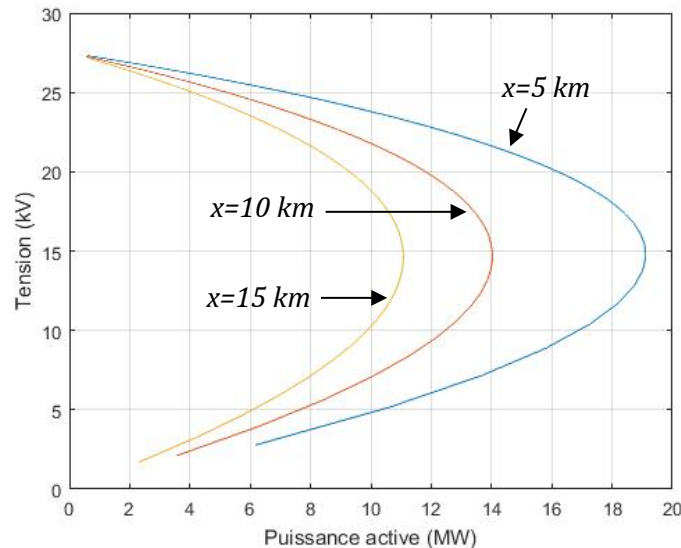

Figure 25 : Module de la tension d'alimentation du train V en fonction de la puissance active transmise au train
- La Figure 25 représente le graphe du module de la tension aux bornes du train en fonction de la puissance active transmise au train, et ce pour trois positions du train. Commenter ces courbes. Placer sur ce graphe le point calculé à la question d.